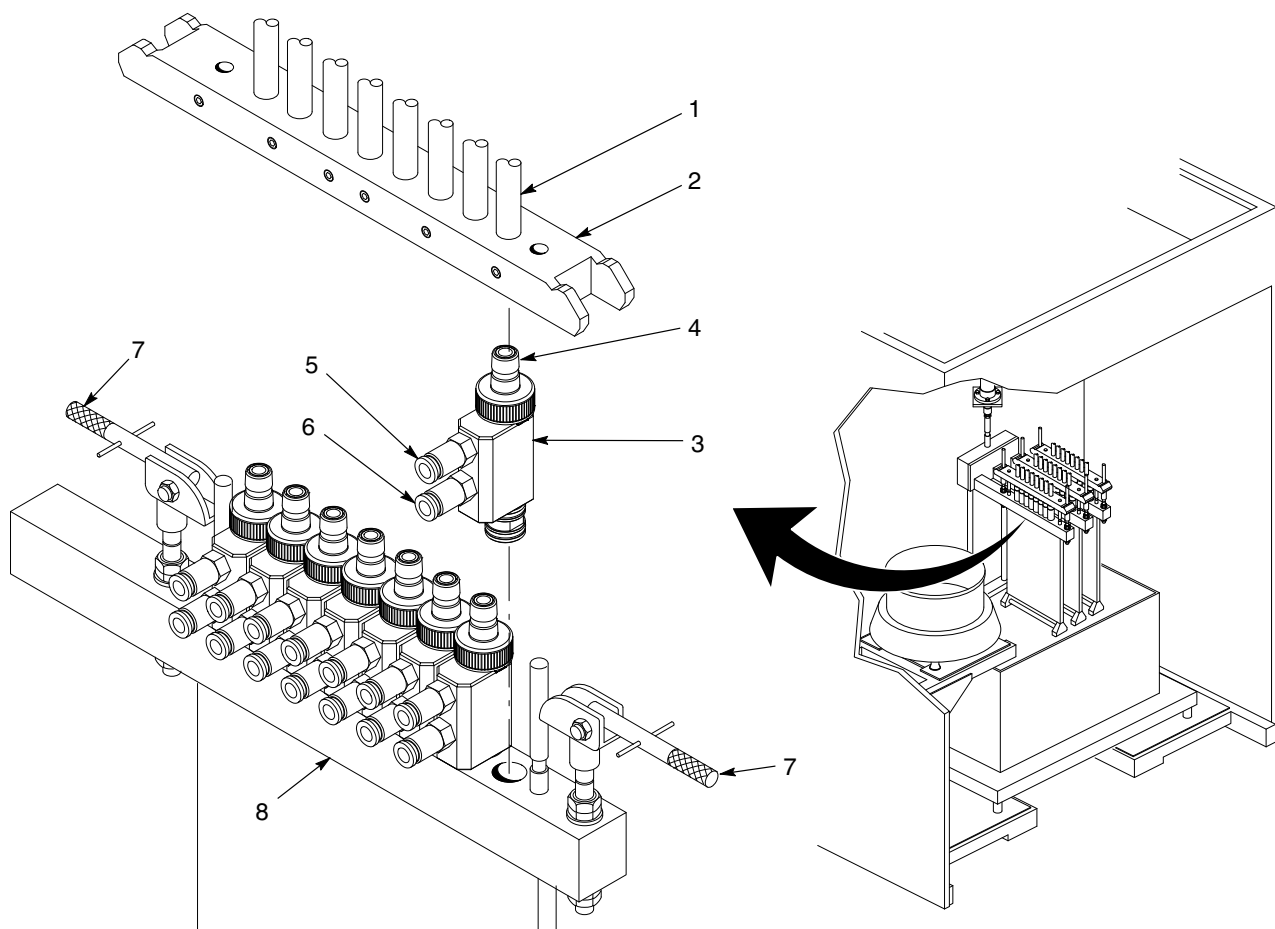

Abb. 2 Inline-Pumpen von Lanzenbaugruppen abnehmen bzw. darauf installieren
3. Siehe Abbildung 2. Die Klemmhebel (7) in die untere Position bringen.
4. Den Pulverschlauch-Verteiler (2) von den Pumpen abnehmen. Darauf achten, dass die Venturikehlen der Pumpen (4) nicht beschädigt werden. Pulverschlauch-Verteiler und Pumpen abblasen.
5. Die Luftschläuche von den Anschlüssen für Förderluft (6) und Zerstäuberluft (5) an der Pumpe abnehmen.
6. Die Pumpe (3) mit einer leichten Drehbewegung vom Verteilerblock (8) abnehmen.
1. Siehe Abbildung 2. Die Pumpe (3) in den Verteilerblock (8) schieben, bis das Pumpengehäuse am Verteilerblock anliegt.
2. Die Schläuche für Förderluft und Zerstäuberluft an die Anschlüsse für Förderluft (6) und Zerstäuberluft (5) anschließen.
3. Den Pulverschlauch-Verteiler (2) auf den Venturikehlen (4) der Pumpe installieren.
4. Die Klemmhebel (7) in die obere Position bringen.